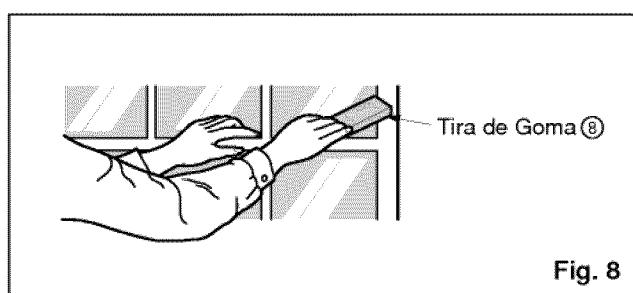

Fig. 8
11. Corte la tira de goma ⑧ a la medida apropiada e introduzcala entre la parte superior e inferior de la ventana.(Ver Fig. 8)